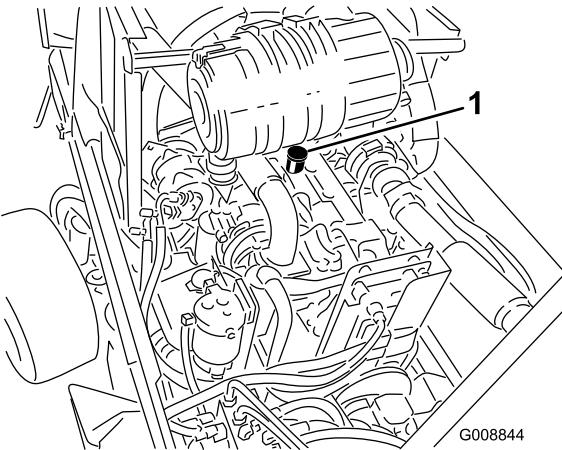

Figura 60
3. Si el nivel de aceite está por debajo de la marca Bajo, retire el tapón de llenado de aceite y añada aceite hasta que el nivel llegue a la marca Lleno (Figura 60).